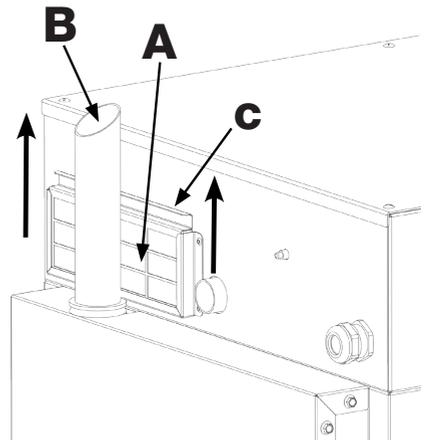

Fig. 10
El filtro se encuentra en la parte posterior del horno (**Ref.A - Fig.10**).
1. Sujete la lengüeta del filtro (**Ref.C - Fig.10**) y levántela deslizando el filtro hacia arriba desde su alojamiento.
La descarga de humedad (**Ref.B Fig.10**) expulsa los vapores producidos en el interior de la cámara de cocción.